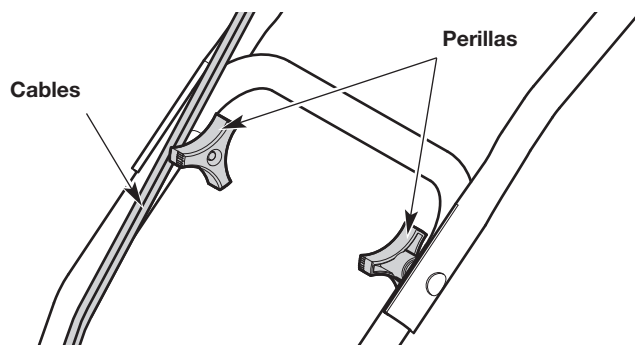

Fig. 4
2. Afloje las perillas (Fig. 4).
**NOTA:** Se debe ser precavido para evitar apretar los cables cuando se ubican las barras de control (Fig. 4).